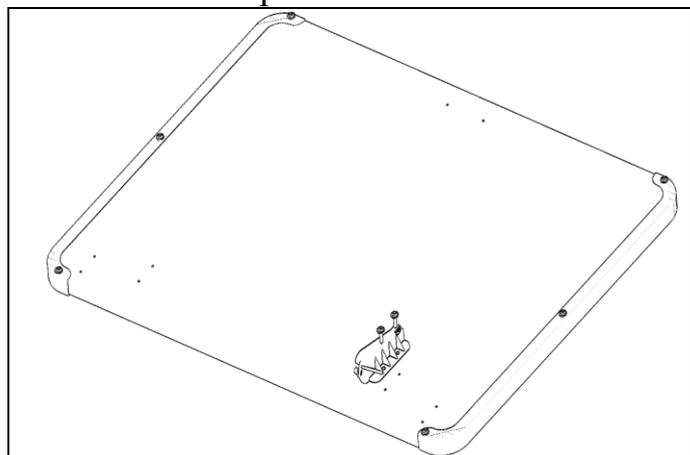

Рис.1
5.1.1. Установить ОКП.05.002. Направляющую лотка левую (поз.1, пакет №146) к столешнице при помощи саморезов с прессшайбой 4,2x16мм (поз.3, пакет 146), (см.рис.1 и 1а).
Рис.1а